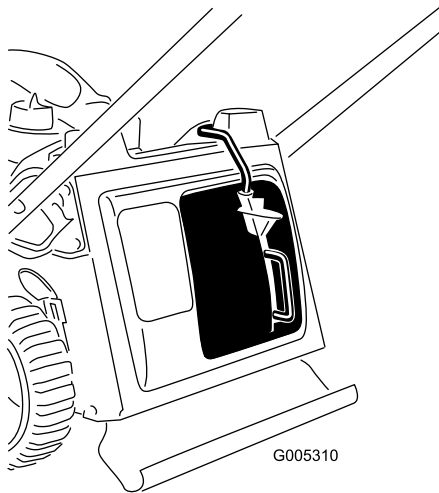

Figura 10
3. Togliete il pollice dal pulsante sulla leva e assicuratevi che la parte superiore della leva sia completamente inserita nella scanalatura (Figura 10). **Se la parte superiore della leva non è inserita nella scanalatura, il tosaerba non si avvia!**